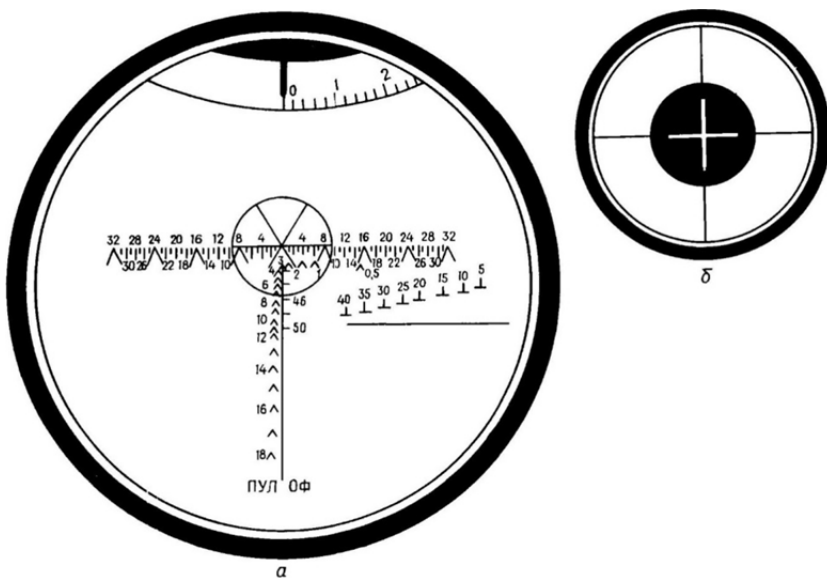

Рис. 2.18. Поле зрения прицела-дальномера при выверке по выверочной мишени:
- совместить перекрестие нитей на дульном срезе ствола пушки (рис. 2.18) с соответствующим перекрестием на выверочной мишени, наблюдая в окуляр трубки выверки и вращая маховики подъемного и поворотного механизмов;